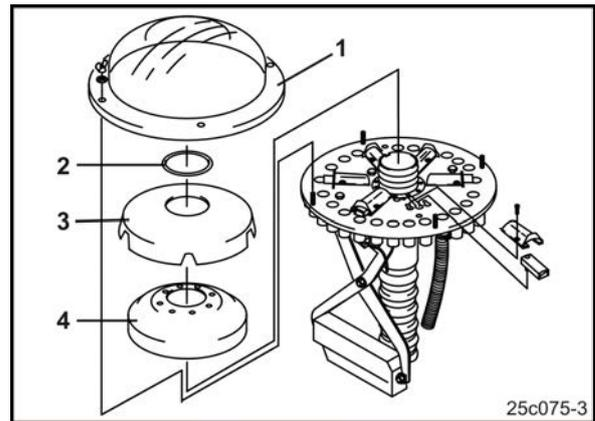

Fig. 146
1. Verteileraußenhaube (Fig. 146/1) demontieren.
2. Ring (Fig. 146/2) demontieren.
3. Verteiler-Innenhaube (Fig. 146/3) demontieren.
4. Schaumstoffeinsatz (Fig. 146/4) demontieren.